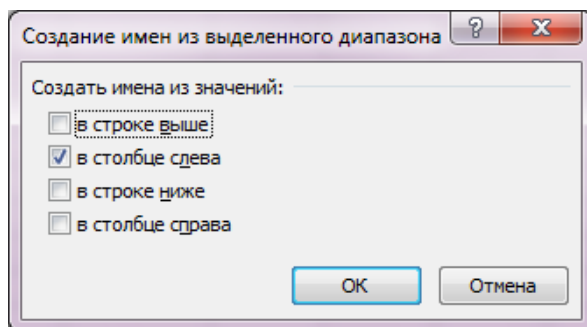

Рисунок 3.1 – Вигляд діалогового вікна **Создание имен из выделенного диапазона**
1. Виділіть групу комірок A3:B7 і виберіть команду **Формулы** → **Создать из выделенного**. У діалоговому вікні **Создание имен из выделенного диапазона**, що з'явилося, включіть режим **в столбцы слева** і клацніть на кнопці **ОК** (рис. 3.1).